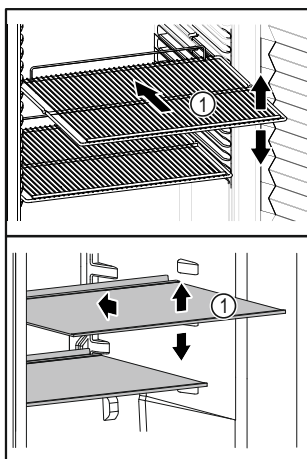

Fig. 65 Примерное изображение
- ❑ Если полки для хранения Fig. 65 (1) можно переставлять, отрегулируйте высоту их установки.